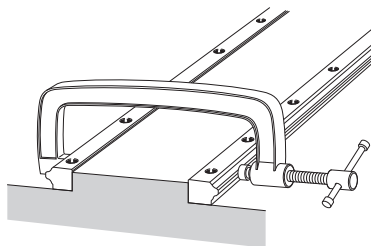

Рис.22
(2) Используя небольшие тиски, прижмите два рельса LM к основанию так, чтобы они плотно соприкоснулись с базовой поверхностью, а затем затяните установочные болты с рекомендуемым моментом затяжки (см. **В1-101**). (Рис.22)